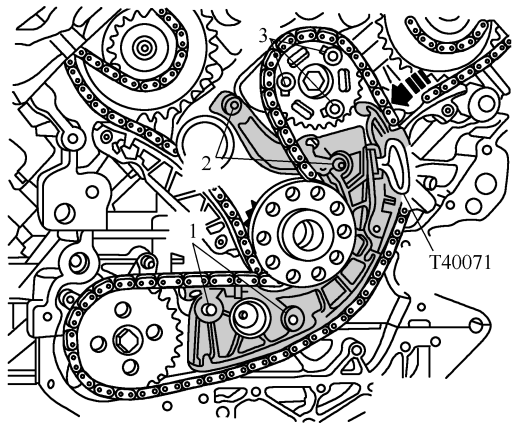

图 1-3-31 按压链条张紧器的滑轨并将定位销 T40071 从链条张紧器上拔出
(9) 用颜色笔在油泵及平衡轴链条的转动方向上做好标记。如图 1-3-31 所示,沿箭头方向按压链条张紧器的滑轨并将定位销 T40071 从链条张紧器上拔出。旋出螺栓 1~3,拆下链条张紧器、平衡轴链轮以及链条。